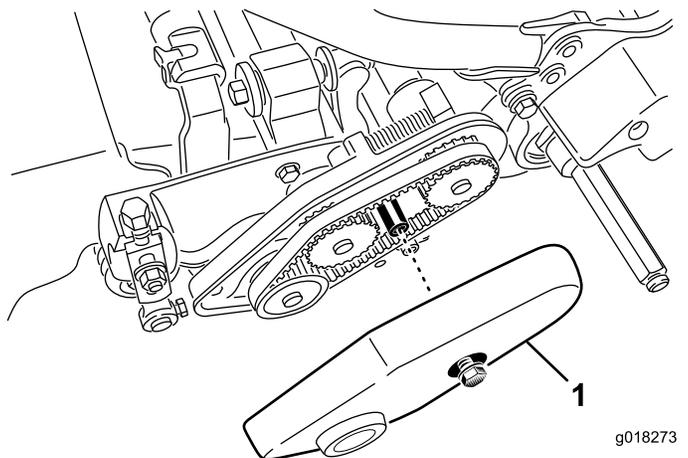

Figure 44
1. Desserrez le boulon à embase qui fixe le couvercle de la courroie et déposez le couvercle pour exposer la courroie (Figure 44).